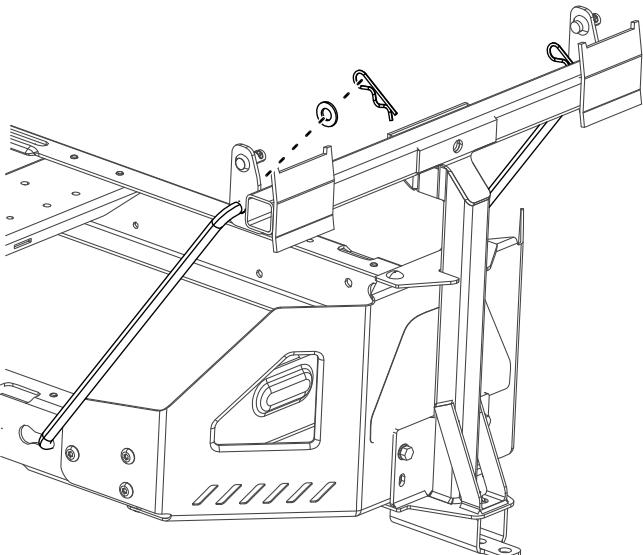

図 8
- 機体フレームの左側にあるキー付きスロットに、ロッドの曲がって太い方の端部を差し込み、ロッドを後方にずらしてフレームに取り付ける図8。
5. ロッドの曲がった方の端部を、図 8のようにアタッチメントマウントに差し込み、各ロッドの端部をワッシャとヘアピンコッターで固定する。
2. ピボットフレームにピボットブラケットを取り付ける図 8。